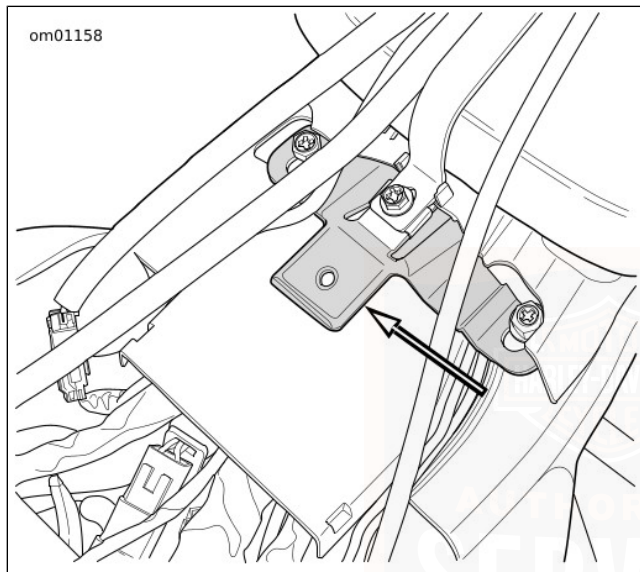

Figure 84. Languette de selle
2. Tirer vers le haut sur la sangle (2) pour la libérer de la fente du support. Mettre la sangle de selle passager sur le côté de la selle.
3. Retirer la vis de montage (3) pour détacher le support de montage de selle du haut du garde-boue arrière.
4. Voir Figure 84. Pousser la selle vers l'arrière pour libérer la languette de la fente de la selle.
3. Voir Figure 84. Pousser fermement l'avant de la selle vers le bas et vers l'arrière jusqu'à ce que la languette s'engage dans la fente de la selle.